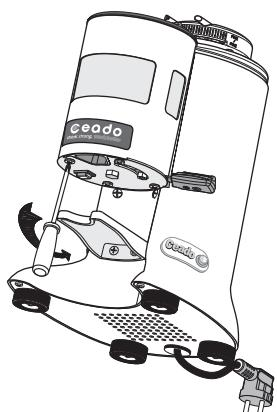

Abb. 9
- 1 Mit einem Kreuzschlitzschraubendreher die Schraube am Dosiererboden, wie in der Abb. 9 ersichtlich, abschrauben und aufbewahren.